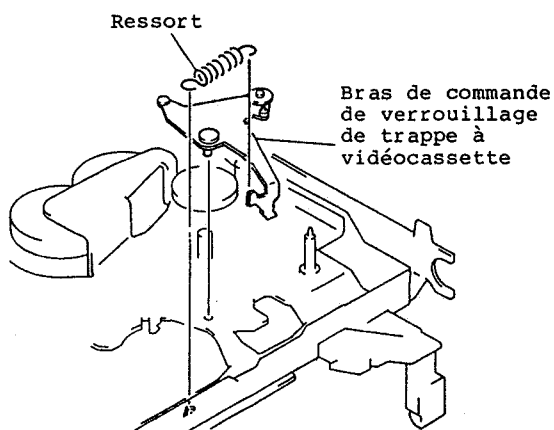

Fig. 2-95
1. Décrocher le ressort placée entre le bras d'entraînement de verrouillage de trappe à vidéocassette et le châssis. (Se reporter à la figure 2-95)